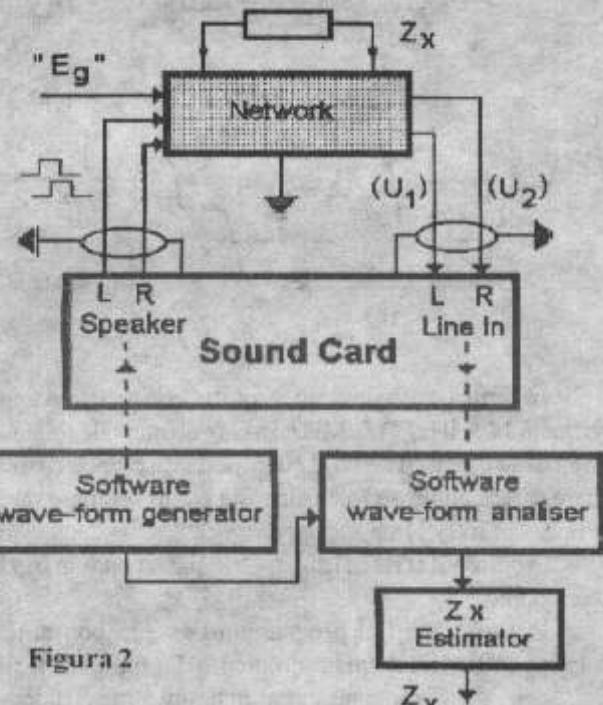
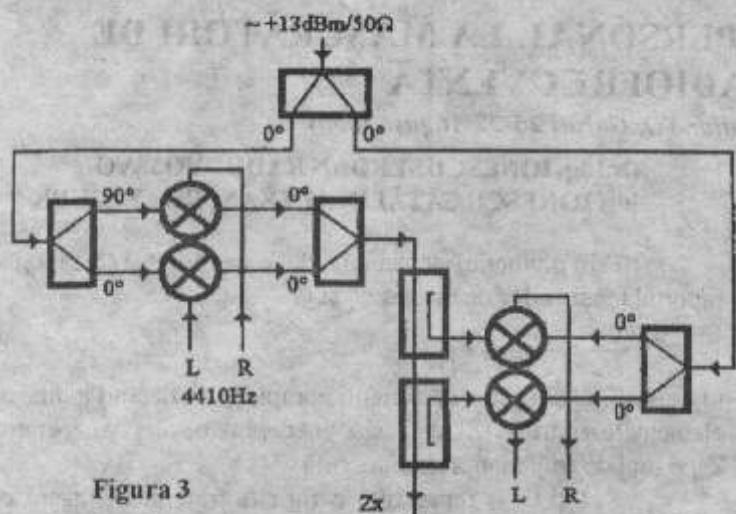
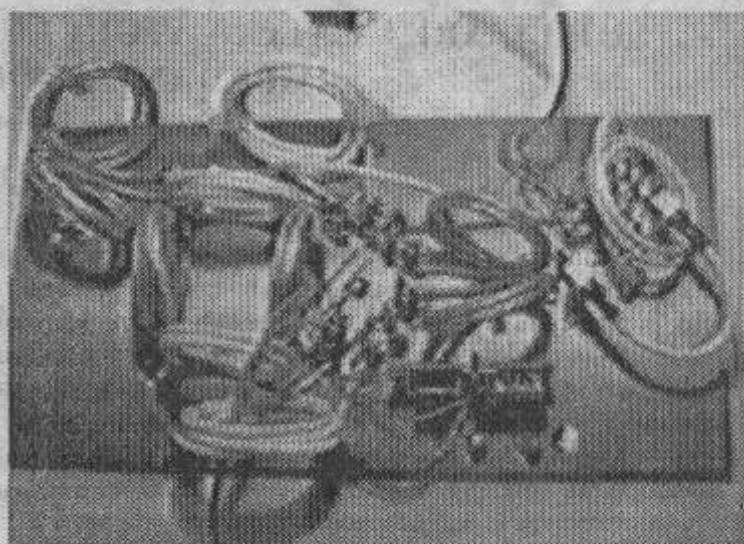
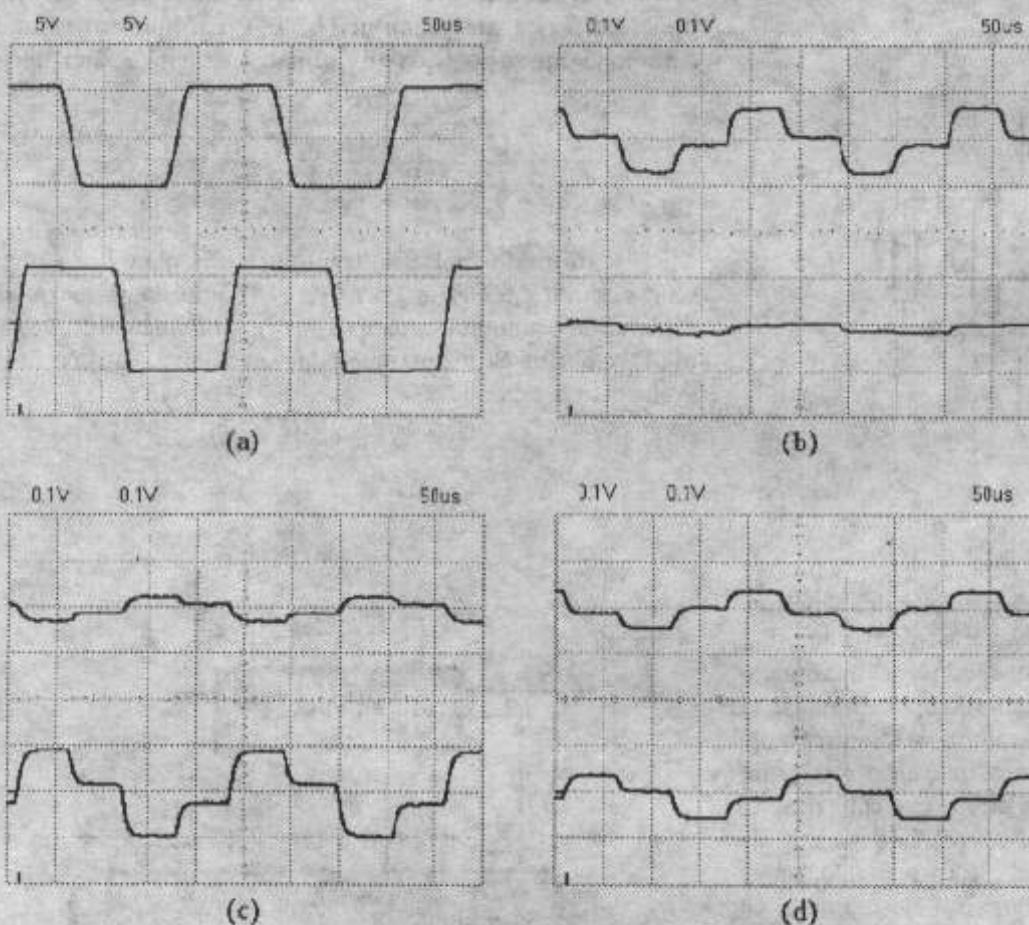

Figura 2
Figura 3
Figura 4
Figura 5
Schema bloc a metodei și platformei de măsură propusă este redată în figura 2, iar un exemplu de rețea de măsură este aceea din figura 3. Placa de sunet este folosită în regim duplex, la o frecvență de eșantionare de 44.100Hz, cu 16 biți pe eșantion.
În figura 4 este arătată o soluție constructivă experimentată pentru domeniul de frecvență 140MHz...180MHz, în care elementele schemei din figura 3 au fost realizate din tronsoane de cablu coaxial cu impedanță caracteristică 50 și 75Ohmi, iar cele două cuploare direktionale au fost înlocuite cu un segment de cablu coaxial de 50Ohmi, de lungime $\lambda/4$ la 160MHz.
Primul modul al programului este responsabil de generarea semnalelor de modulație pentru cele două modulatoare din figura 3 (L și R).
Semnalele, redate în figura 5-(a), au frecvență de 4410Hz și sunt defazate cu 90 grade.
În cel de al treilea modul al programului se estimează pe baza relaiei (5) valoarea impedanței necunoscute, după ce în prealabil, pentru fiecare nouă frecvență de lucru, sau efectuat măsurările asupra celor trei impedanțe cunoscute (scurt, gol și calibrată). Figura 5 redă spre exemplificare semnalele preluate prin intrarea placii de sunet de la rețeaua din figura 4, la frecvența de 150MHz, în cele trei situații ((b) – scurt; (c) – gol; (d) – rezistență de 50Ohmi).